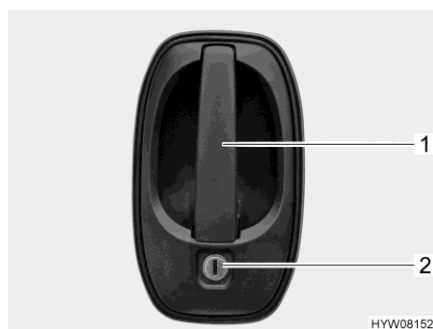

Fig. 55 Serrure de la porte (porte chauffeur, extérieur)
- Insérer la clé dans le barillet (Fig. 55,2) et la tourner jusqu'à ce que la serrure de la porte soit déverrouillée.
- Tirer sur la poignée de la porte (Fig. 55,1). La porte est ouverte.
- Insérer la clé dans le barillet (Fig. 55,2) et la tourner jusqu'à ce que la serrure de la porte soit verrouillée.